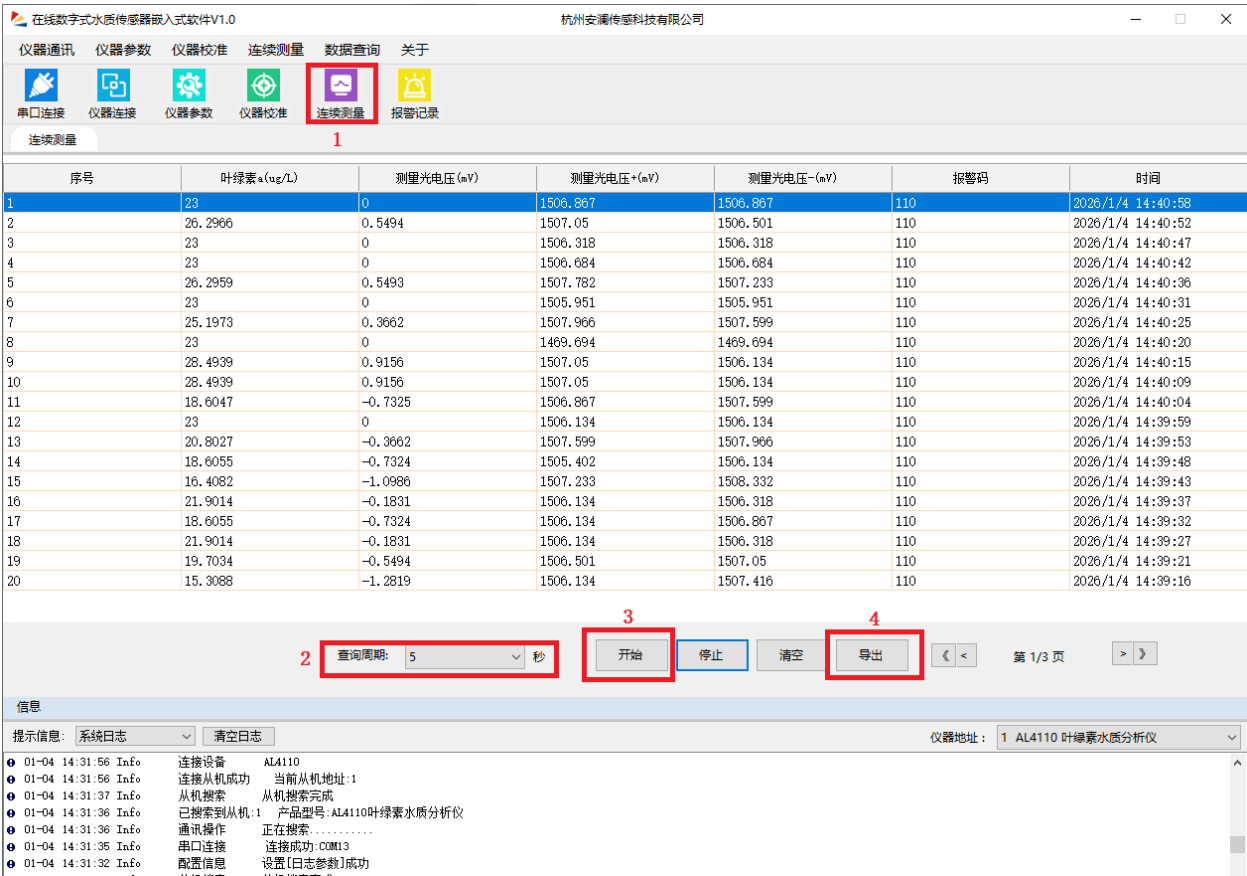

图 3-5 连续测量界面
1) 查看实时测量值:在“连续测量”界面下，下拉选择查询周期（1/5/10/30/60S）可选，点击“开始”，软件开始采集实时测量数据并逐行显示，如图 3-5 所示。